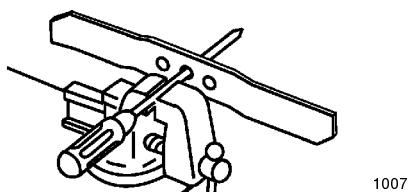

Figure 26
1. Vérifiez l'équilibre de la lame en enfiler le trou central sur un clou ou la tige d'un tournevis serré horizontalement dans un étau (Fig. 26).